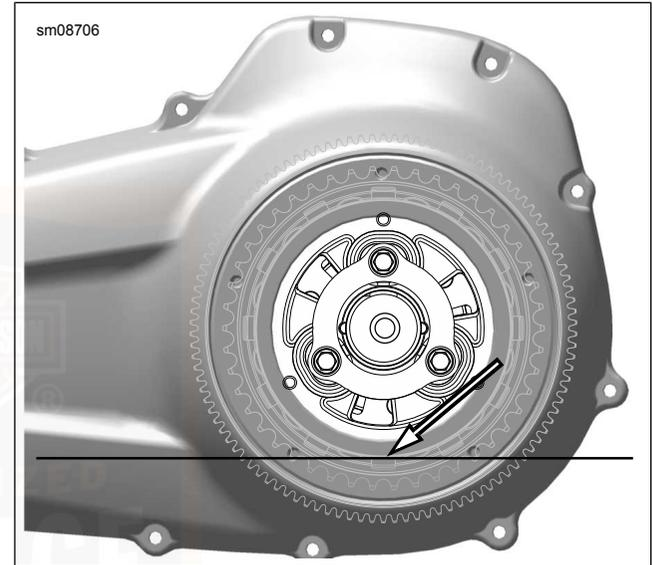

Abbildung 68. Primärer Schmiermittelstand
- b. Siehe Abbildung 68. Der korrekte Füllstand liegt ca.